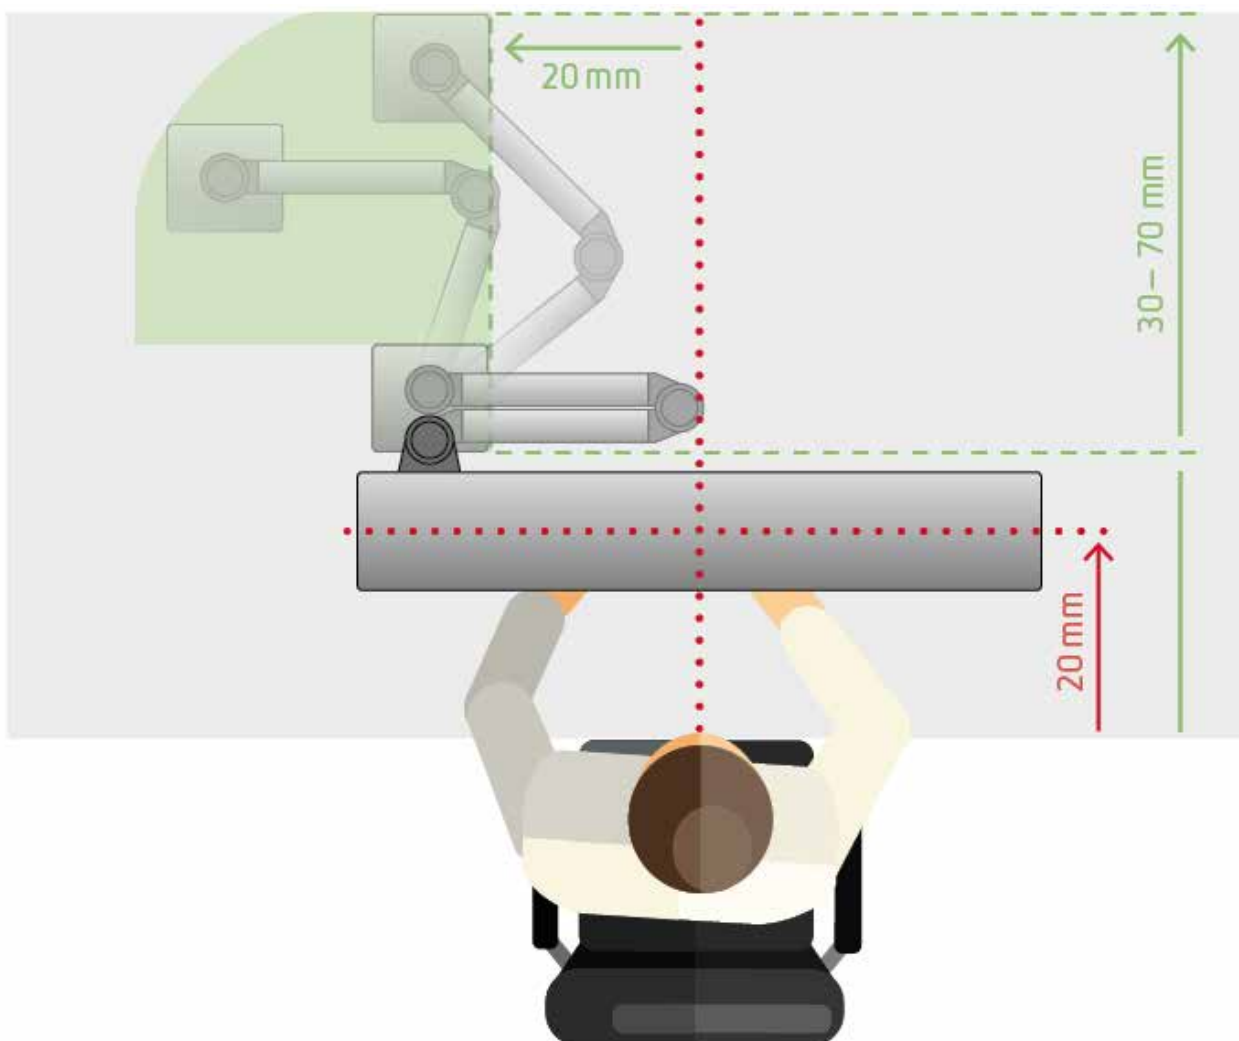

Bild 2
Tester har visat att den bästa belysningen av arbetsplatsen ger när arbetsplatslampan placeras ca 200 mm inom arbetsplatsen, mätt från bordsskivans framkant till arbetsplatslampans mittlinje, se Fig. 2.
- ⇒ Böj upp skyddet något till höger och vänster och skjut det uppåt (bild 2).